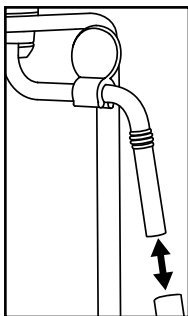

Figura 3
- 1) Collocare un contenitore vuoto sotto lo schiumatore per il latte ⑩.
- 2) Portare il regolatore di vapore ⑦ direttamente dopo l'uso su "+" e fare uscire del vapore per qualche secondo.
- 3) Chiudere il regolatore di vapore ⑦ (ruotare fino all'arresto in direzione "-"), spegnere l'apparecchio e tirare la spina.
- 5) Sfilare l'involucro dello schiumatore per latte ⑩ (Figura 3) e pulirlo accuratamente in acqua calda.
- 7) Far scorrere nuovamente l'involucro sull'ugello (Figura 3).